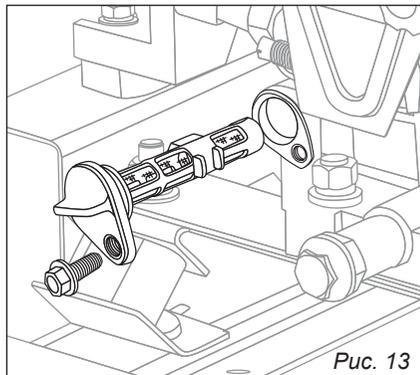

Рис. 13
- Отверните болт крепления масляного фильтра (рис. 13).
- Проверните масляный фильтр на пол оборота и вытащите картридж фильтра на себя (рис. 13).